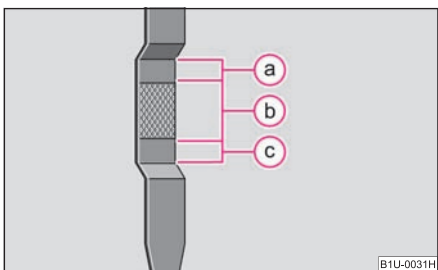

Fig. 146 Joja
a) Cantitatea de ulei cu schimbare filtru. Verificați nivelul uleiului la completare, nu adăugați prea mult ulei. Nivelul uleiului trebuie să se încadreze între marcaje → pagina 150, fig. 146.
a) Cantitatea de ulei cu schimbare filtru. Verificați nivelul uleiului la completare, nu adăugați prea mult ulei. Nivelul uleiului trebuie să se încadreze între marcaje → fig. 146.
- Deșurubați capacul gurii de umplere  ⇒ pagina 150, fig. 146.